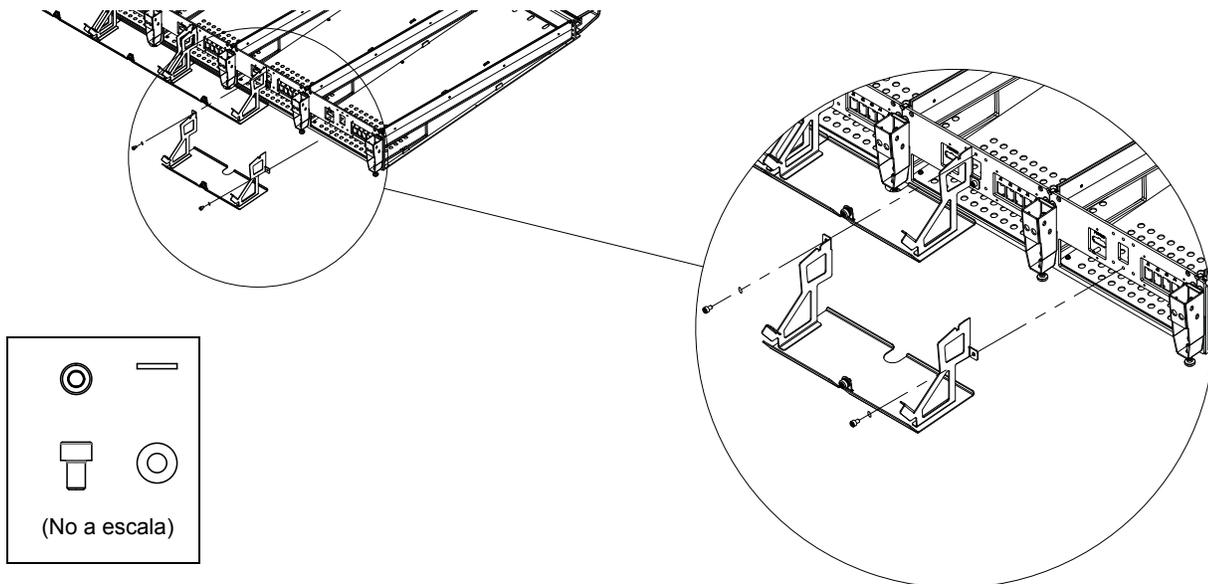

Figura 28. Fijación de los soportes de montaje del panel posterior
- 2 Ponte de pie detrás de la estructura, comienza a la izquierda del todo y ensambla uno de los soportes del panel posterior a las placas de unión posteriores de los dos primeros chasis, utilizando tornillos Allen y arandelas. La Figura 28 muestra cómo se unen al chasis.